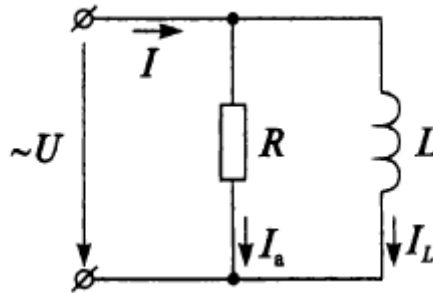

Рис. 4
14. Разветвленная RL-цепь (рис. 4) имеет параметры: напряжение, приложенное к цепи  $u = 24 \cdot \sin \cdot 1000t$ ; активное сопротивление  $5 \text{ кОм}$ ; индуктивное сопротивление  $1 \text{ кОм}$ . Вычислить ток, протекающий в неразветвленной части цепи.